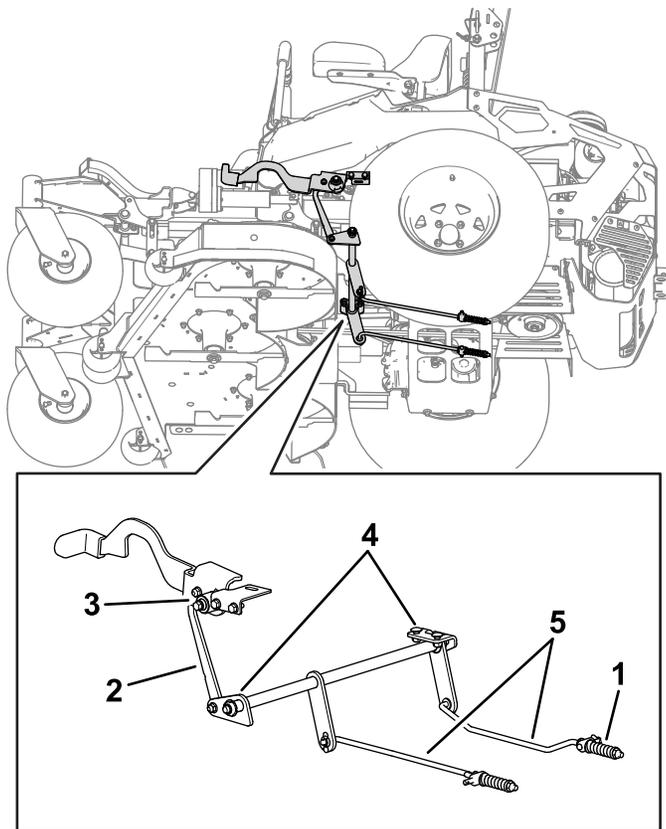

Рисунок 59
7. Если необходима регулировка, выключите стояночный тормоз. Проверьте все компоненты тяги стояночного тормоза на наличие износа. Замените все изношенные компоненты (Рисунок 59) и повторите пункт 6.